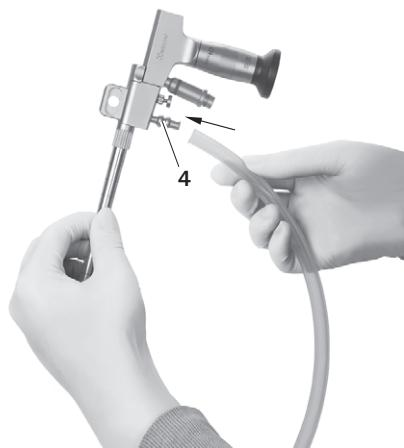

Fig. 20
- ▶ Collegare il tubicino di irrigazione all'apposito attacco di irrigazione **4**, vedere Fig. 20.